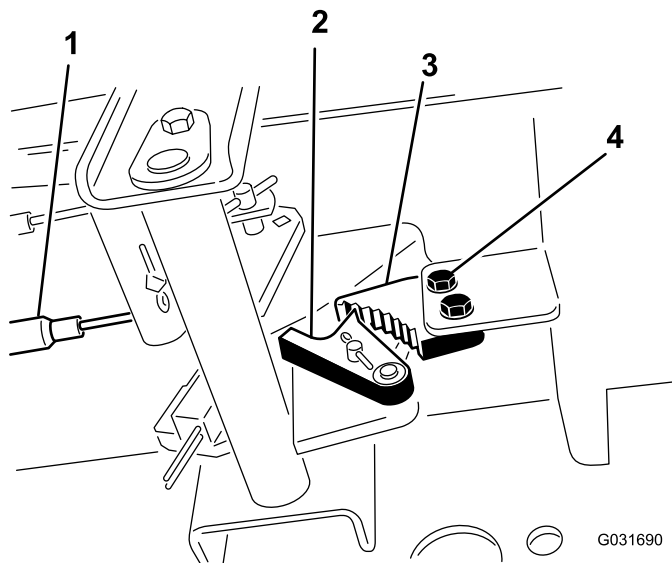

図 55
1. 駐車ブレーキのツメをフレームに固定しているネジ2本をゆるめる図 55。
2. ブレーキのツメが戻り止めに完全に掛かるまで駐車ブレーキペダルを前に踏み込む図 55。